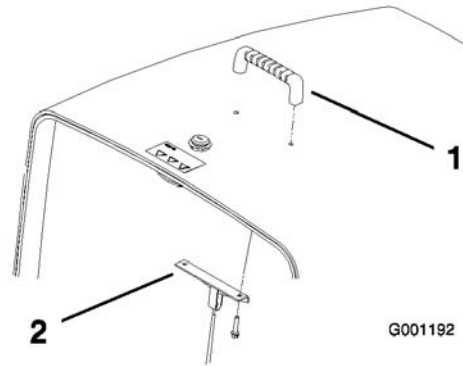

Bild 5
2. Befestigen Sie den Griff und die Kabelhalterung mit zwei Schrauben an der Motorhaube (Bild 5).